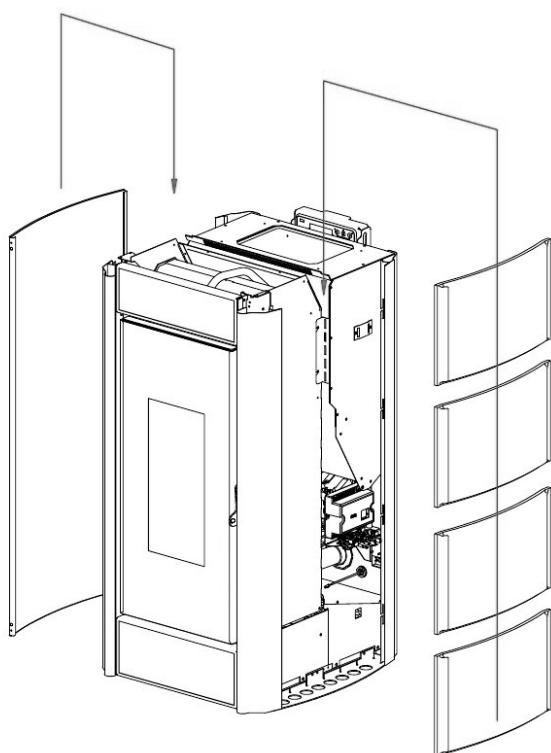

Fig. 35 - De zijpanelen invoegen
- Breng de zijpanelen van bovenaf op de daarvoor bestemde geleiders aan en laat ze langzaam volledig omlaag schuiven (zie **Fig. 35**).